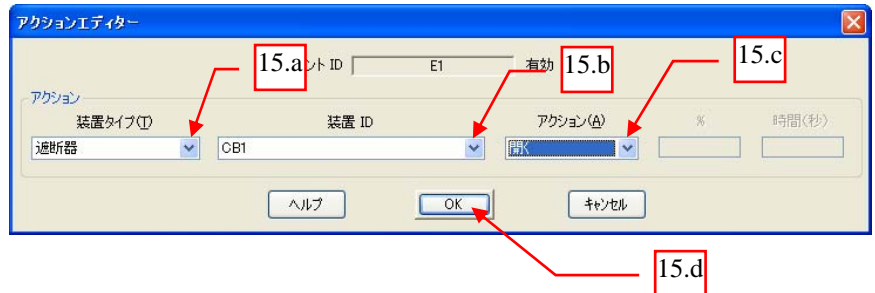

図 10
15. “アクションエディター” ダイアログボックスに以下の通り入力します。 図 10 参照